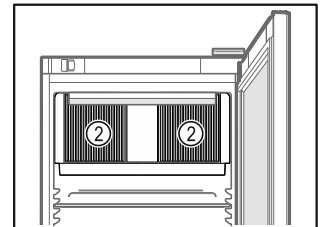

Fig. 48
- No obstruir la ranura de ventilación Fig. 48 (2) del ventilador de recirculación de aire del interior.